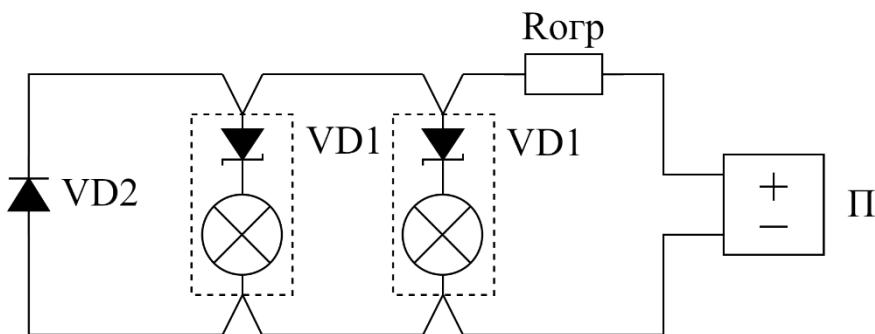

Рис. 17
- Схема подключения **выходов ЗО/СО** представлена на рис. 17.